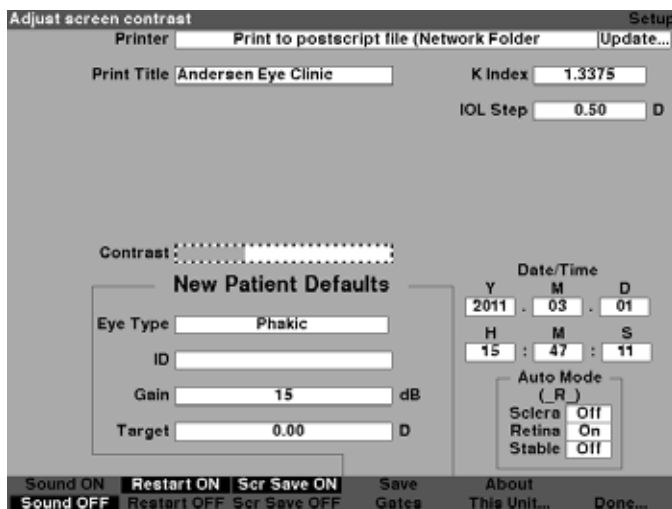

Figura 5-40 Regulación del contraste
3. Con el campo Contrast (Contraste) activado, gire el control giratorio para regular el contraste blanco/gris de la pantalla. La cantidad de gris/blanco se indica en el campo Contrast (Contraste) con una barra gris continua que aumenta o disminuye según la regulación del contraste, como se muestra en la Figura 5-40.